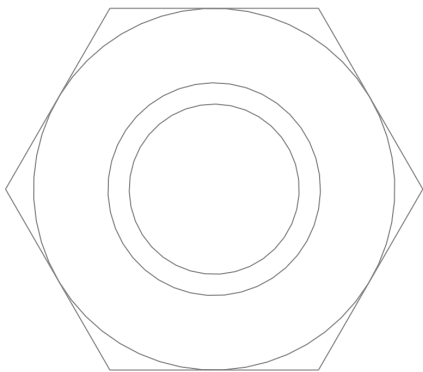

图 2-28 创建多边形对象
(5) 执行操作后，即可创建多边形对象，退出草图绘制环境，效果如图 2-28 所示。